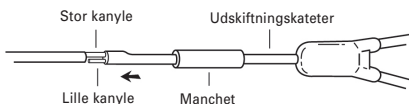

Fig. 3
3. Udskiftningskateterets ende er udstyret med en lille (kort ende) og en stor (lang ende) præladet metalkanyler. Den store metalkanyler føres et lille stykke ind i kateterets store lumen. (Fig. 3)